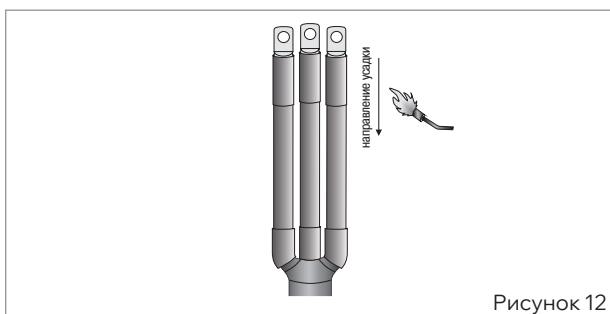

Рисунок 12
■ Надеть трекингостойкие манжеты на наконечники, как изображено на рис. 12, и произвести усадку с помощью горелки, начиная от лапы наконечника.